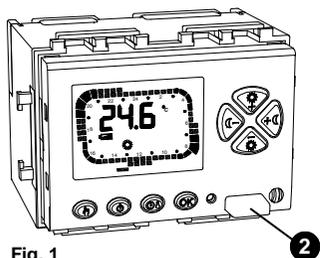

Fig. 1
1. Extraer el cuerpo del cronotermostato tirando la lengüeta pertinente, ver Fig. 1.